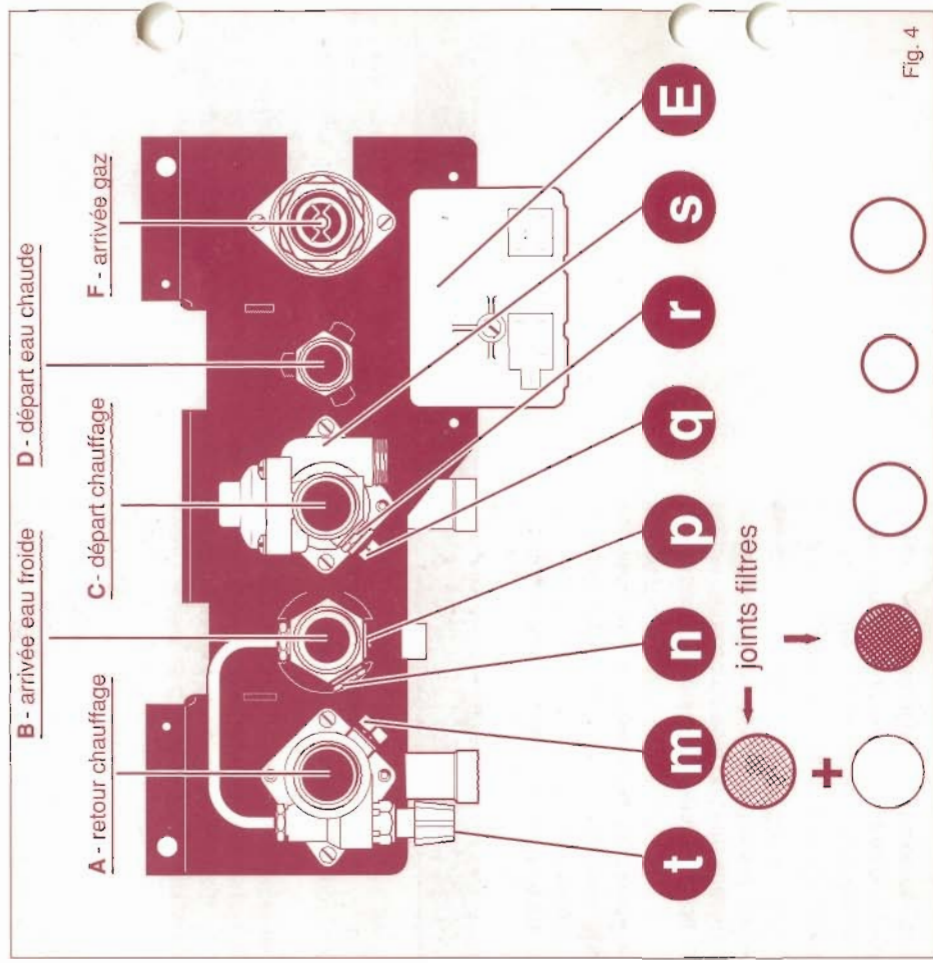

Fig. 4
- Mettre en place les joints filtres et visser les différents raccords entre chaudière et plaque de raccordement (Figure 4).